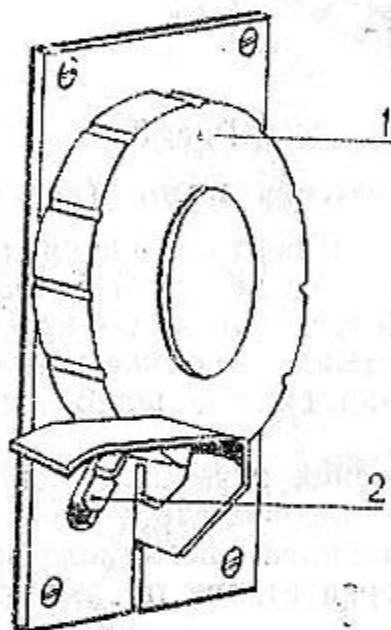

Рис. 12
6.9. Регулирование длины стежка (рис. 12)